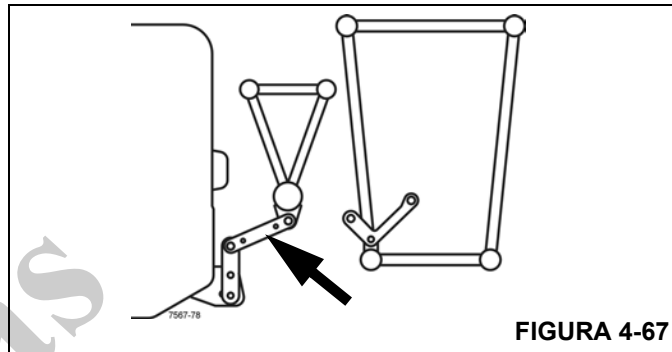

FIGURA 4-67
- A conexão entre a extensão de 23 pés (7 m) e a lança principal na traseira é estabelecida (Figura 4-67).